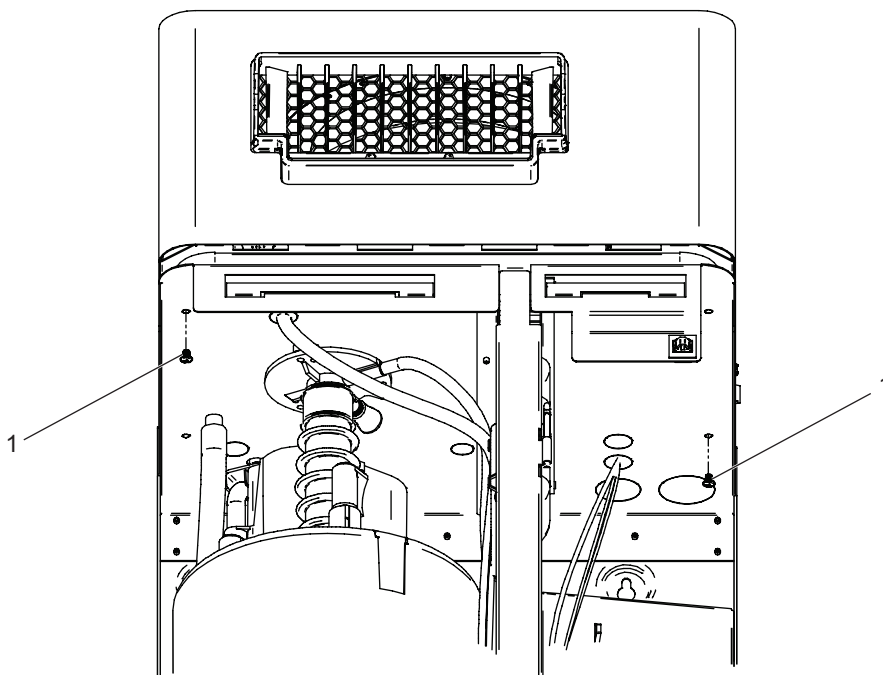

Figure 23 : Unité de ventilation fixée sur l'humidificateur
- Fixer l'unité de ventilation sur l'humidificateur par le fond, à l'aide de deux vis M4 x 6 mm fourni. Consulter la Figure 23 à la page 39.